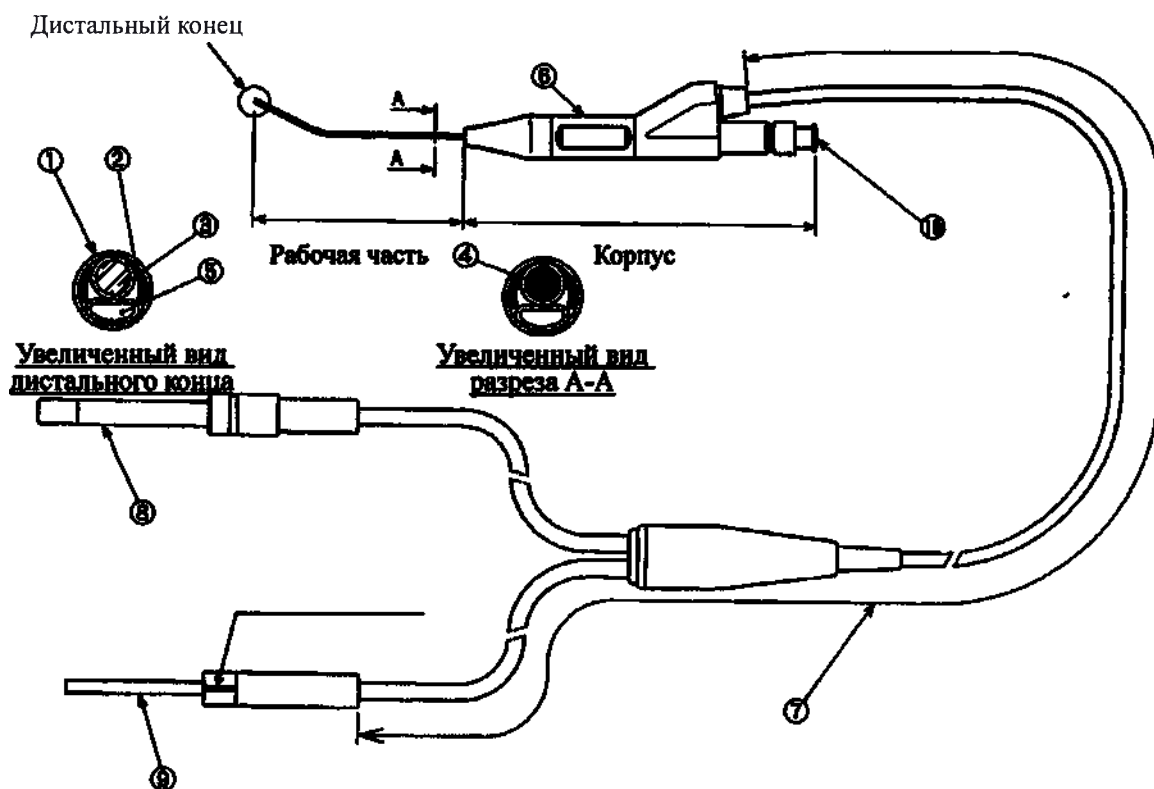

Рисунок 2
4.3 Собственно эндоскоп (см. рисунок 2) состоит из рабочей (вводимой) части, корпуса, кабелепровода, разъема осветительного световода и разъема световода передачи изображения. Рабочая (вводимая) часть, предназначенная для введения в слезный проток, состоит из окошка наблюдения – объектива 3, световода передачи изображения 4, осветительного световода 2 и канала для подачи воды 5, которые снаружи покрыты оболочкой из нержавеющей стали 1.